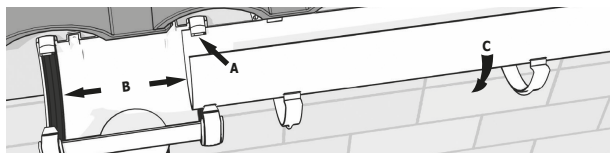

Рис. 3: Установка водосточного желоба
3. Вставьте водосточный желоб в удерживающие его элементы (Рис. 3).